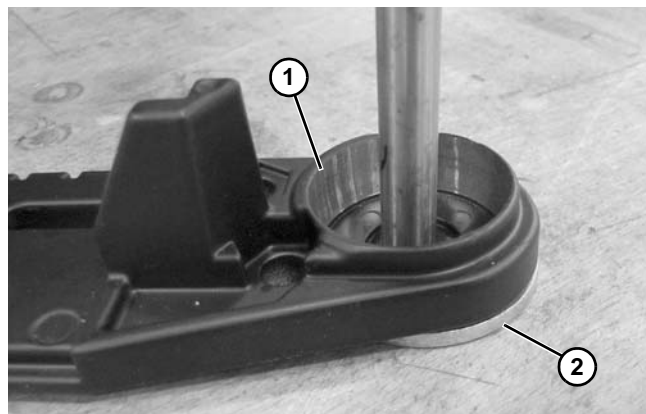

Figura 92
2. Coloque el lado plano de la placa trasera (**Figura 92, artículo 1**) sobre la arandela (**Figura 92, artículo 2**) o el orificio en un banco de trabajo que tenga un diámetro mínimo de 16 mm.